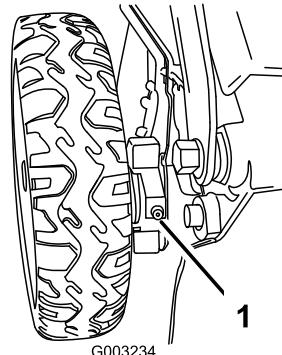

Figura 40
- Con un cencio pulito tergete i raccordi d'ingrassaggio, situati appena all'interno delle ruote posteriori (Figura 40).